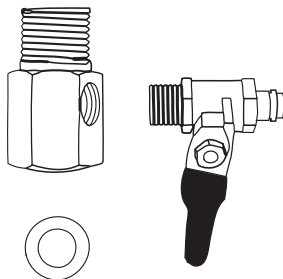

Рис. 3
2.1. Соберите узел подачи воды путем соединения шарового крана с тройником, как показано на **рис. 3**. Используя ленту ФУМ, вверните кран подачи воды в тройник. Будьте предельно осторожны при подсоединении крана — чрезмерное усилие повредит его резьбу. Используйте гаечный или разводной ключ.